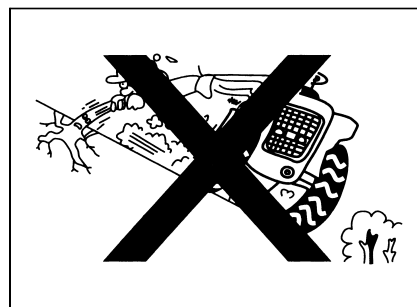

Рис. 1-79
- На откосе поперечное движение или поворот имеет опасность опрокидывания. Запрещается проводить данную опасную операцию (рис. 1-79).